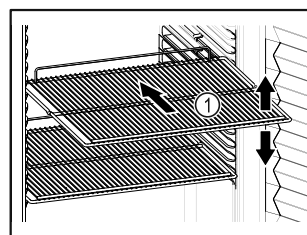

Fig. 55
- ❑ Pokud jsou odstavné rošty Fig. 55 (1) přemístitelné, přizpůsobte je vždy na danou výšku.